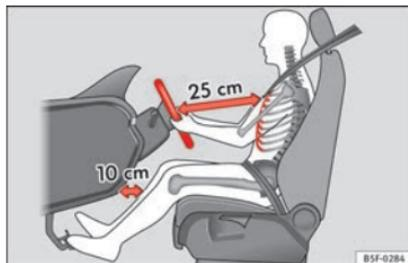

Fig. 82 Distance correcte entre le conducteur et le volant.
- Réglez le volant de sorte que la distance entre celui-ci et votre cage thoracique soit d'au moins 25 cm » **fig. 82.**
- Réglez le siège du conducteur de manière à laisser une distance minimale de 25 cm entre votre cage thoracique et le centre du volant » fig. 82. Si la distance est inférieure à 25 cm, le système d'airbags ne peut pas vous protéger correctement.